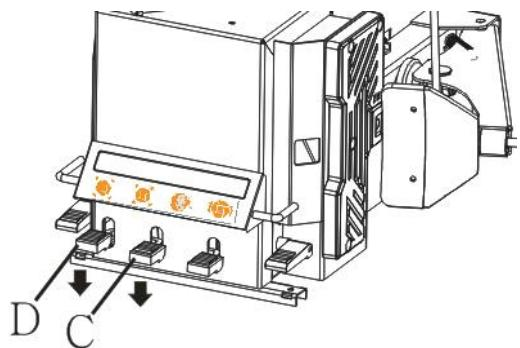

Fig. 14
- Leg de band op de klemmen en druk de velg stevig naar beneden, druk pedaal D (fig.14) nu volledig in.
- Plaats de band op de klemmen en druk pedaal C(fig. 14) in om de klemmen naar buiten te laten komen, de band wordt nu geklemd.